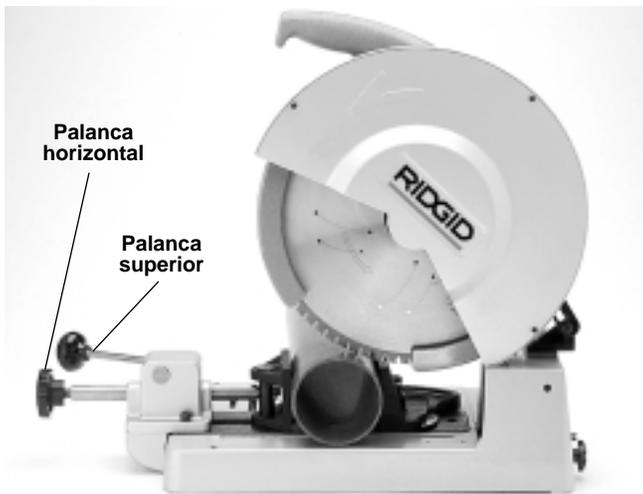

**Figura 2 – Regulación del protector para cortar en ángulo**
- La Sierra Seca viene equipada con una prensa de tornillo de dos palancas que puede regularse para efectuar cortes en ángulo de 45 a 90 grados, hacia la izquierda o derecha. Para regular la prensa de tornillo, afloje los dos pernos en el protector y trasládelo hasta el ángulo deseado (*Figura 2*). Vuelva a apretar los pernos y fije el protector en su lugar.